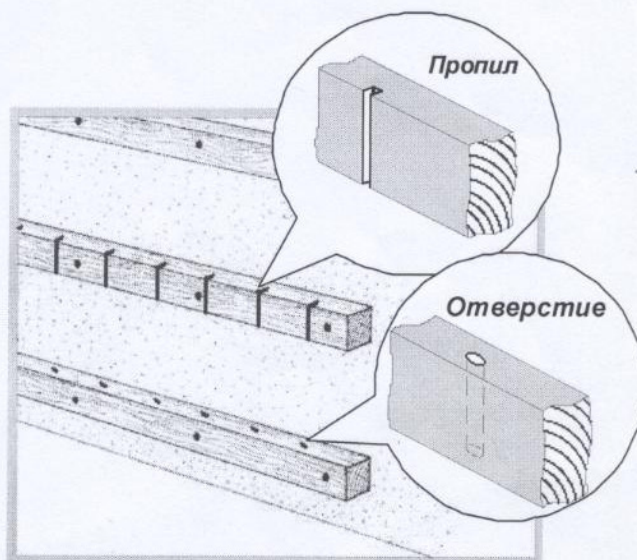

Рис. 9
- 1) Требуется дополнительная подготовка брусков обрешётки в виде высверливания сквозных отверстий сверлом по дереву Ø4 -5 мм или прорезания пропилов глубиной 4 -5 мм с шагом 100 -150 мм по всей длине прикрепляемого бруска, как показано на рис. 9.